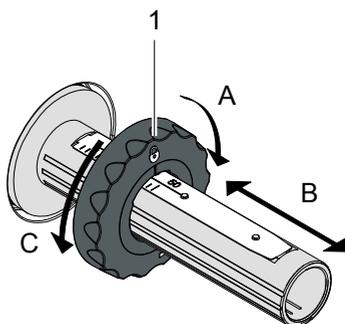

Figura 13 Impostazione dei regolatore dei bordi
2. Ruotare la leva (6) in senso antiorario, per sbloccare la testina di stampa.
3. Impostare il regolatore dei bordi (1) sullo svolgitorino (5) in base alla larghezza del nastro (figura 13):
- Reggere lo svolgitorino e sbloccare il regolatore dei bordi (1) ruotandolo in direzione A.
- Far scivolare il regolatore dei bordi (1) in direzione e impostarlo sulla larghezza del nastro, aiutandosi con la scala graduata.
- Reggere lo svolgitorino e bloccare il regolatore dei bordi (1) ruotandolo in direzione C.
4. Spingere il rotolo di nastro (4) sullo svolgitorino (5) fino al regolatore dei bordi (1), in modo tale che dopo l'inserimento lo strato di colore del nastro mostri la parte opposta alla testina di stampa.